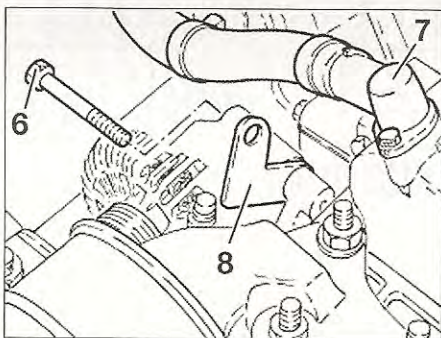

FIG. 5
- 6. Pata de sujeción del motor (fig. 5).
- Aflojar y desmontar el tornillo de fijación superior (6) del alternador (fig. 5).
- Desconectar el racor de respiración (7) del cárter de distribución.
- Apretar una pata de sujeción (8) del motor con el tornillo superior del alternador.